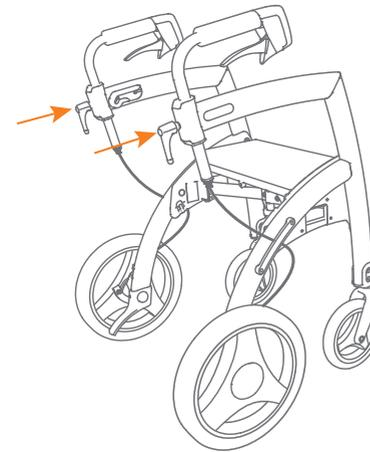

Figura 1: avvitare due maniglie di regolazione prima di utilizzare Rollz Motion.
- a.** Avvitare al massimo entrambe le maniglie di regolazione (**Figura 1 e 2**).